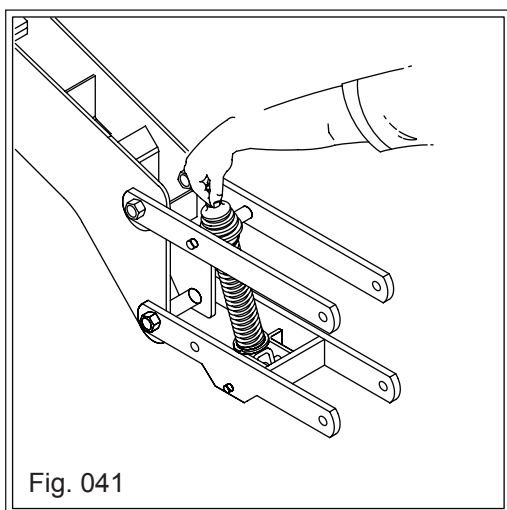

Fig. 041
b) Logo em seguida monte o munhão e as molas conforme (Fig. 041)